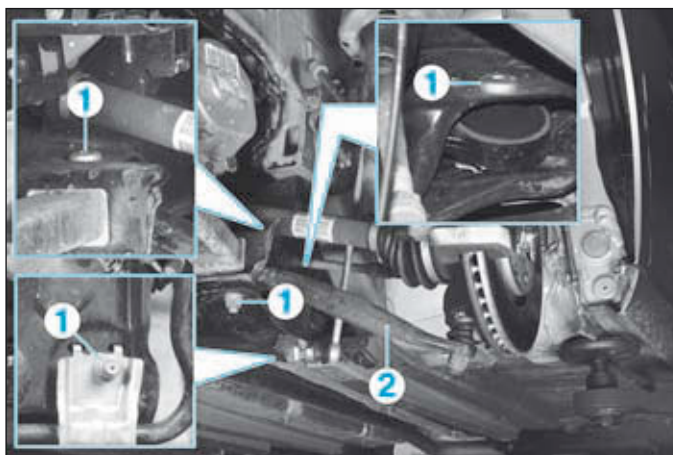

FIG.22
- les boulons (1) (Fig.22),
- le bras inférieur de suspension (2).